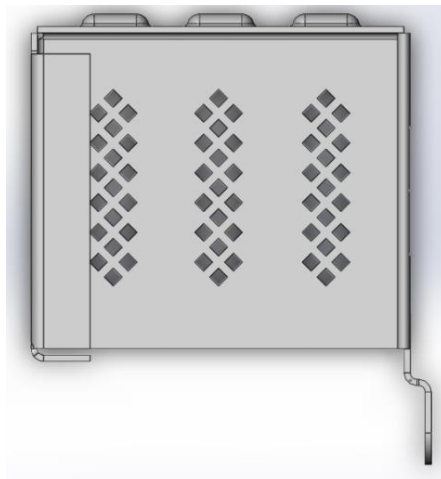

Рисунок 5.22 – Результат використання команди **Зразок заповнення**
5. За допомогою функцій **Довідкова геометрія**, **Площина** та **Дзеркальне відображення** потрібно створити ще один такий масив (рис. 5.22).